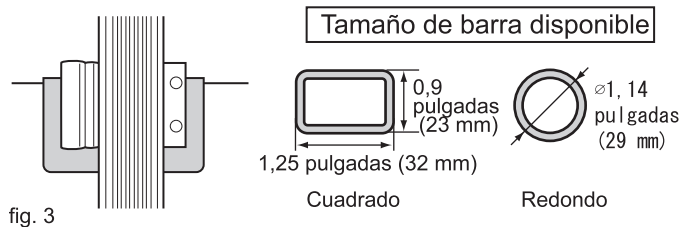

fig. 3
- Abra la tapa y coloque las barras transversales en la parte superior de la abrazadera en forma uniforme. Asegúrese de que los soportes queden paralelos entre sí. (fig.3)